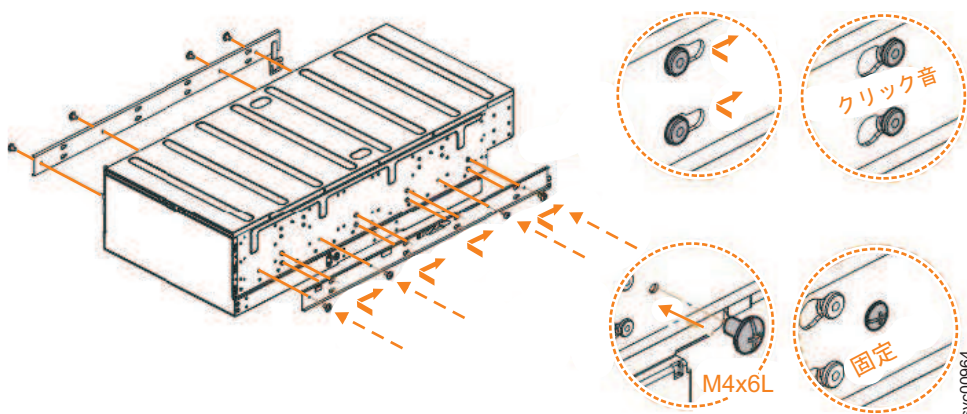

図 35. エンクロージャーへの内部レール・セクションの取り付け
5. 拡張エンクロージャーの各側面にレールの内部セクションを取り付けます (図 35 を参照)。